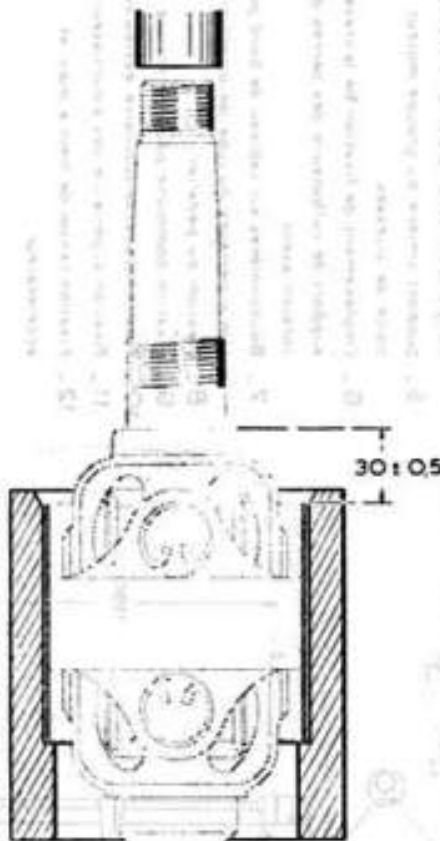

Fig. 39. — Ensemble monté.
* Arrêter l'emmanchement, lorsque la cote 0,5 mm est obtenue (fig. 39). Dégager l'ensemble de la transmission du montage.